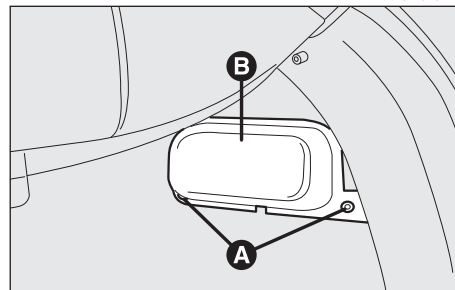

fig. 51
– Svitare i due dadi di fissaggio (**A-fig. 51**) e rimuovere il coperchio di protezione (**B-fig. 51**).
– Rimontare il coperchio di protezione (**B-fig. 51**) fissandolo con i dadi (**A-fig. 51**).